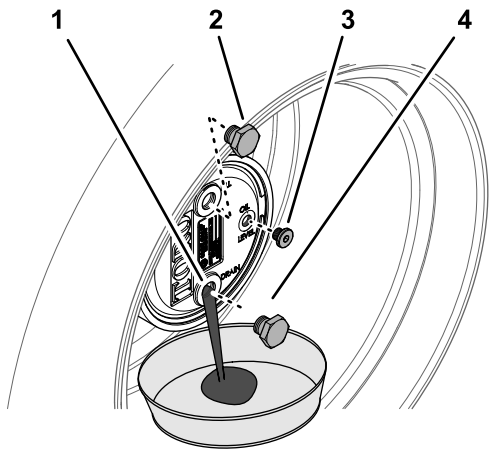

図 61
2. 補給プラグが時計の 12 時を指し、点検プラグが 3 時の位置を指すようにマシンを駐車する 図 61。
- プラネタリハブの下にオイル回収容器を置き、6時の位置にあるドレンプラグを外してオイルを抜く図 61。
- プラネタリハウジングのドレン穴にプラグを取り付ける図 61。